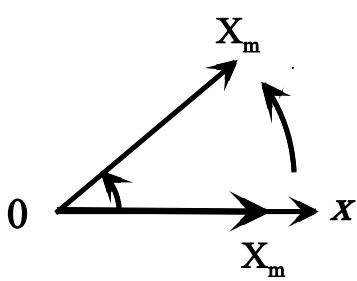

Рис. 2
На оси x из некоторой точки 0 отложим вектор длины X_m , образующий с осью угол Φ (рис. 2). Если привести этот вектор во вращение против часовой стрелки с угловой скоростью ω , то проекция конца вектора на ось x будет изменяться в точном соответствии с соотношением (6).